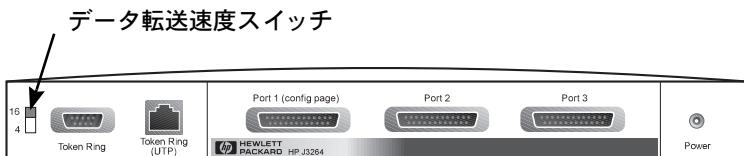

図 2-1 J3264A の Token Ring データ転送速度スイッチを 16 Mbit/秒に設定
3. Token Ring 用プリントサーバ(J3264A)の場合は、データ転送速度スイッチを適切な方に設定します(4 Mbit/秒または 16 Mbit/秒)(図 2.1)。設定はペンか似たようなもので、スイッチを上(16 Mbit/秒)か下(4 Mbit/秒)にスライドします。